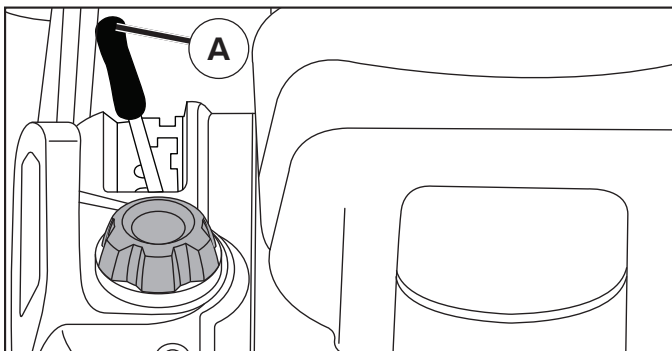

Fig. 8
- Apretar lentamente el pedal marcha adelante (K) y atrás (L) para iniciar el movimiento. Más se aprieta el pedal y mayor es la velocidad.
## UTILIZAR EL MANDO CRUCERO (J) (See Fig. 8)
## PARA AJUSTAR LA ALTURA DE CORTE DE LA SEGADORA (Vea Fig. 8)